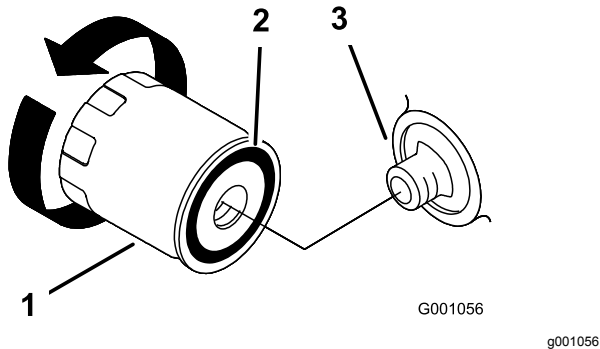

图 22
2. 拆下旧滤清器并擦拭滤清器安装座垫片表面图 22。
3. 在替换滤清器的橡胶垫片上抹上一层薄薄的新鲜机油图 22。
4. 将替换机油滤清器安装到滤清器安装座上顺时针旋转机油滤清器直至橡胶垫片接触到滤清器安装座然后将滤清器拧 2/3 至 1 圈图 22。